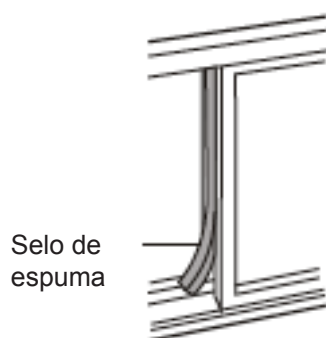

Fig. 15
5. Corte o selo de espuma num comprimento apropriado e sele a abertura entre o caixilho superior da janela e caixilho exterior da janela. Conforme apresentado na Fig. 15.